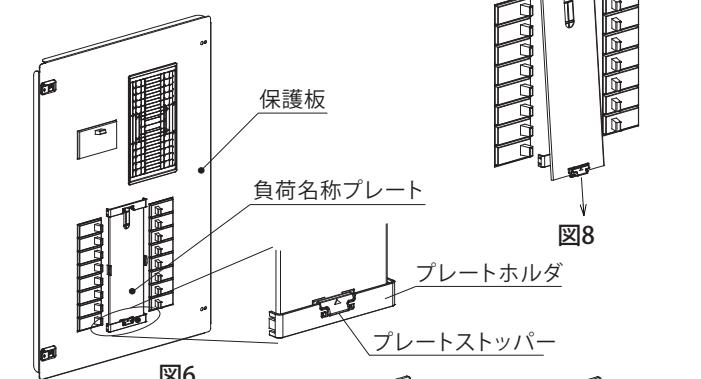

図6
(1) プレートストッパーを押しながら負荷名称プレートを上部にスライドさせてください。(図6,7)